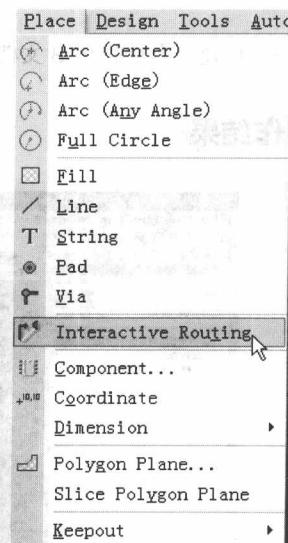

图 2-2 执行“interactive Routing”命令
2. 执行“Place\ interactive Routing”命令，如图 2-2 所示。